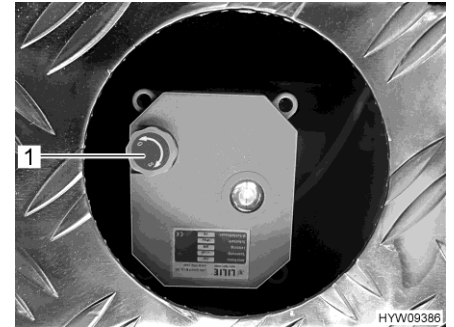

Fig. 135 Manovella (valvola delle acque grigie)
- Per aprire la valvola delle acque grigie, sollevare la manovella (Fig. 135,1) e ruotarla in senso antiorario fino a battuta. La direzione di rotazione (O per apertura, S per chiusura) è indicata sulla manovella.
- Per chiudere la valvola delle acque grigie sollevare la manovella (Fig. 135,1) e ruotarla in senso orario fino a battuta.